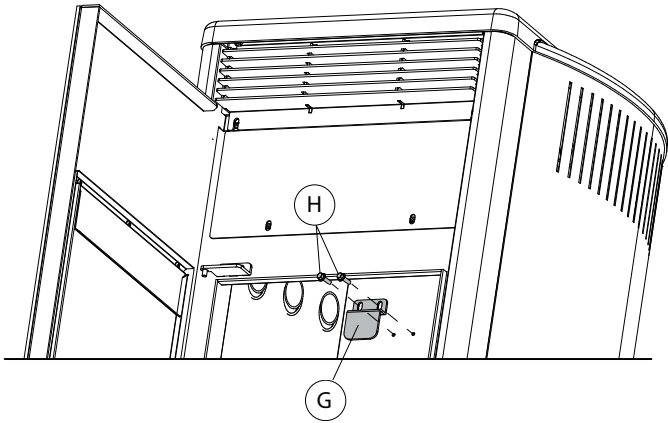

fig. 5.4.10
- Re-installare la staffa di fissaggio G agendo sulle due viti H (Fig. 5.4.10) e riposizionare il braciere F (Fig. 5.4.11)